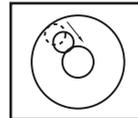

Abb. 9
- Bewegen Sie die Luftblase mithilfe der Fußschrauben, bis sie auf halber Strecke zum Zentrum liegt (Abb. 9 unten).